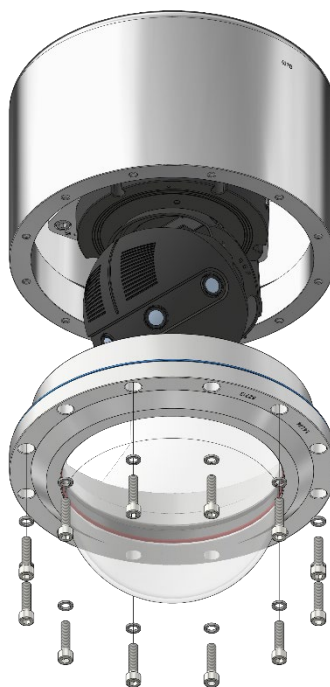

Abb.6-4: Ausnahme ExCam T08-VA4.1K.PS1
- Der Kabel- und Zuleitungsflansch ist vorsichtig und äußerst lotrecht nach hinten herauszuziehen (vgl. Abb.6-4). Es besteht Gefahr durch Verkantung! Durch entstehenden Unterdruck kann das Entfernen des Flansches ggf. schwerfällig sein. Ausnahme: Bei Modellen der ExCam-Serie T08-VA4.1K.PS1 gibt es keinen Kabel- und Zuleitungsflansch. Hier wird der optische Flansch geöffnet (siehe Abb. 6-4).